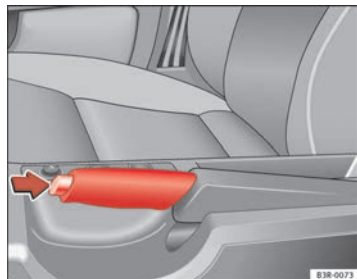

Fig. 149 Détail de la console centrale : Frein à main serré
- Tirez quelque peu le levier de frein à main vers le haut en appuyant sur le bouton de verrouillage ⇒ fig. 149 -flèche-.